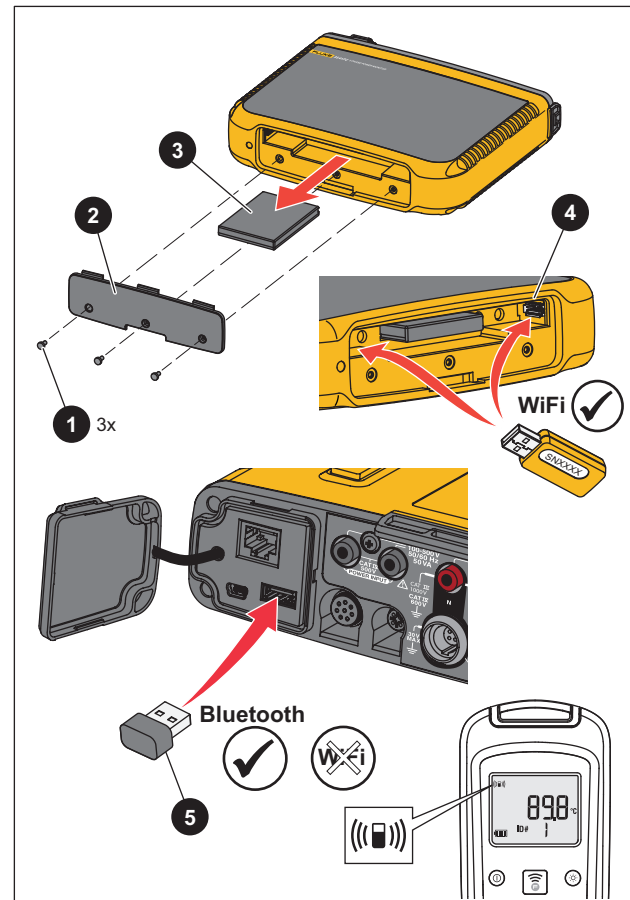

Abbildung 1. Adapterinstallation
1. Nehmen Sie die drei Schrauben aus der Akkufachabdeckung. Siehe Abbildung 1.